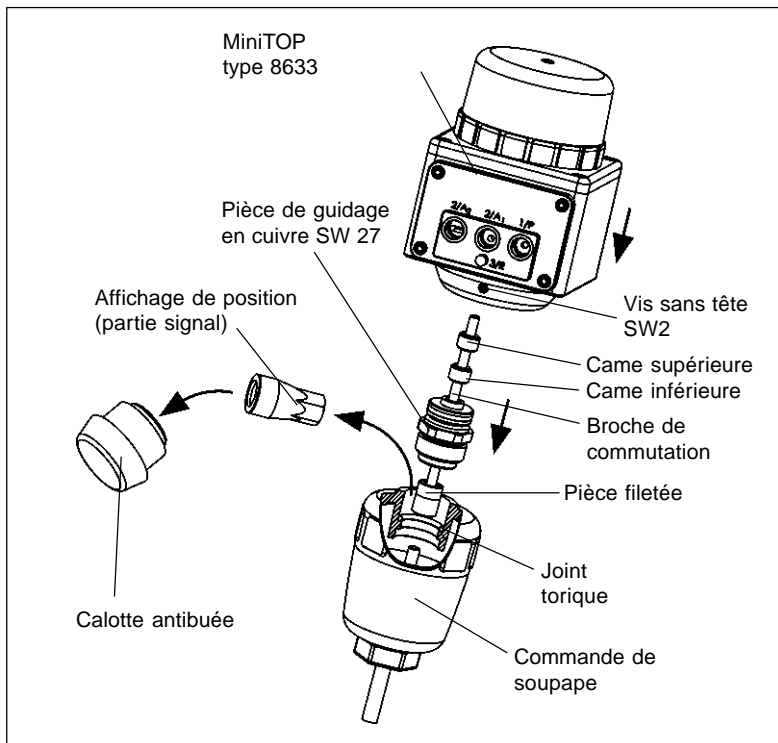

Fig. 2: Montage du MiniTOP
- Fixer ensuite le boîtier du MiniTOP en serrant modérément les deux vis sans tête avec une clé à six pans creux SW2 (max. 0,4 Nm) placées sur le côté inférieur du boîtier (voir fig. 2).
- Desserrer les vis sans tête encastrées latéralement dans le boîtier (clé à six pans creux SW2) (voir figure 2).